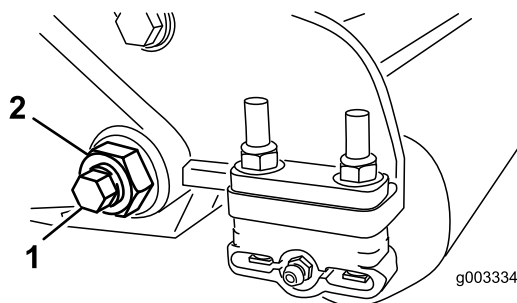
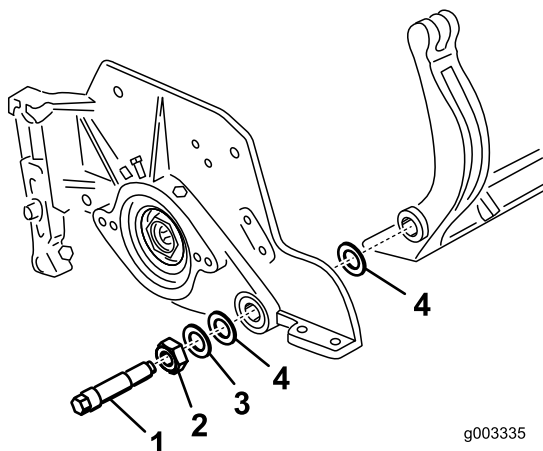

Figure 30
Figure 31
3. De chaque côté de la machine, desserrez le contre-écrou de fixation du boulon de la barre d'appui (Figure 30).
4. Retirez les boulons de la barre d'appui de façon à pouvoir abaisser la barre et la déposer de la machine (Figure 30). Mettez de côté les 2 rondelles en nylon et la rondelle en acier estampée situées de chaque côté de la barre d'appui (Figure 31).
2. Fixez la barre d'appui sur chaque plaque latérale avec les boulons (munis d'écrous) et 6 rondelles. Une rondelle en nylon doit être placée de chaque côté du bossage de la plaque latérale. Placez une rondelle en acier à l'extérieur de chaque rondelle en nylon (Figure 31). Serrez les boulons de la barre d'appui à un couple de 37 à 45 Nm. Serrez les contre-écrous jusqu'à ce que les rondelles d'acier extérieures cessent de tourner et que le jeu axial soit supprimé, mais ne serrez pas excessivement et ne faites pas fléchir les plaques latérales. Les rondelles peuvent présenter un espace à l'intérieur.